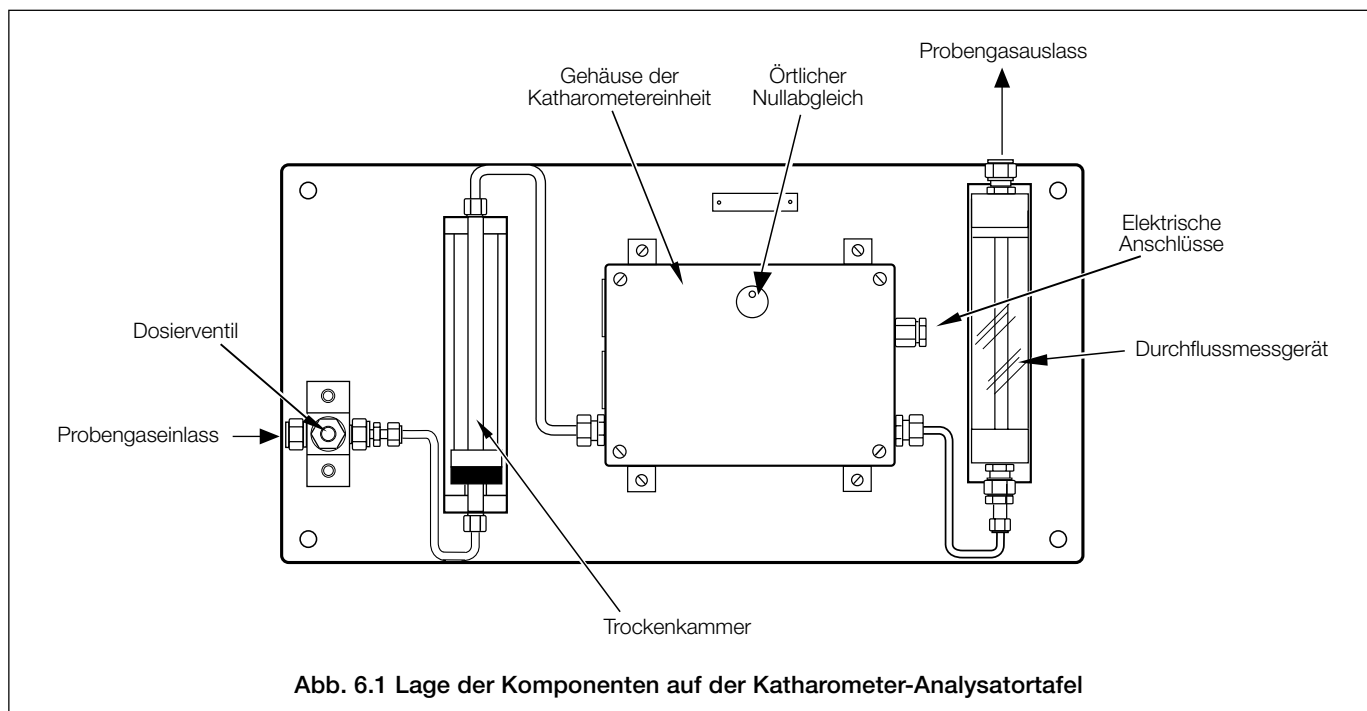

Abb. 6.1 Lage der Komponenten auf der Katharometer-Analysatortafel
6.1 Füllen der Trockenkammer in der Katharometer-Analysatortafel – Abb. 6.1